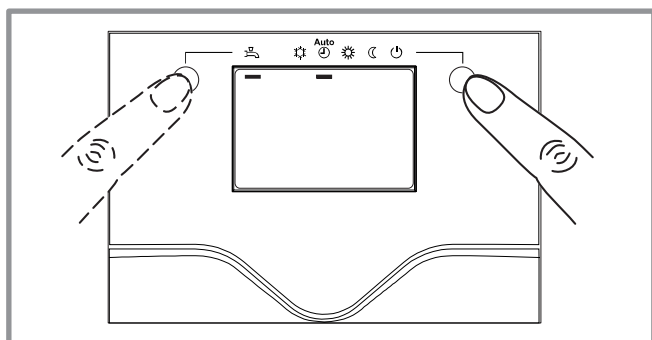

Figure 5 - Sélection du régime de chauffe AUTO et puis du régime ECS (eau chaude sanitaire)
- Sélectionner le régime de chauffe "AUTO" (fig. 5).
- Sélectionner le régime ECS (fig. 5),